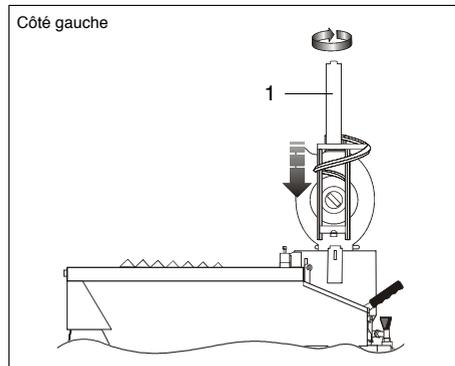

FIG.19 (Introduction du mélangeur dans la chambre de mélange)
- 9) Introduire le mélangeur (FIG. 19 - Réf. 1) dans la chambre de mélange et le connecter dans la cavité radiale du rotor;